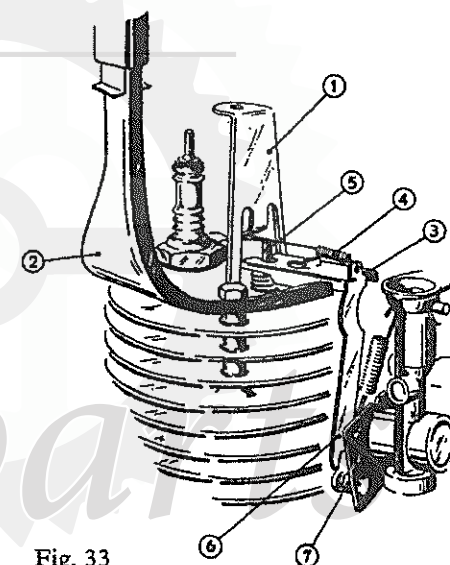

Fig. 33
Breng eerst de vier sluitringen 084 58 op hun plaats. In dezelfde gaten van de cilinderkop worden de vier afstandbussen 041 01 geplaatst. Zie verder fig. 33. Haal de bevestigingsbeugel (1) 031 54 door het niet-ronde gat in de motorlichter (2). Zet dan de motorlichter met beugel in de twee kleine gaatjes op de cilinderkop.